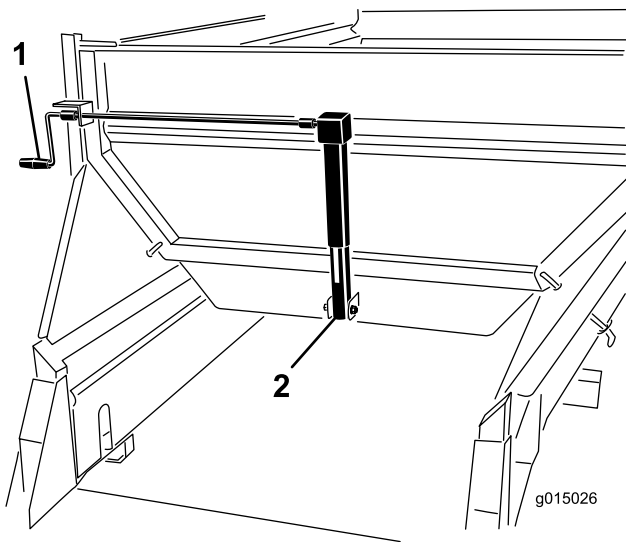

Bild 45
Drehen Sie die Welle, um die Klappe (Bild 45) einzustellen, bis der Pfeil auf die Mitte der gewünschten Farbe (in diesem Beispiel Gelb) ausgerichtet ist.
1. Drehen Sie die Welle, um die Klappe (Bild 45) einzustellen, bis der Pfeil auf die Mitte der gewünschten Farbe (in diesem Beispiel Gelb) ausgerichtet ist.